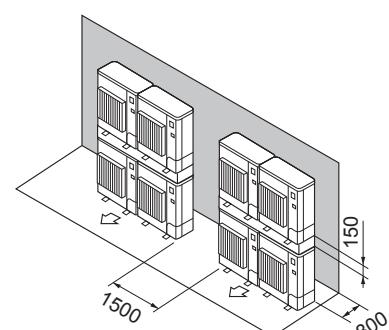

Fig. 2-19
⑦ Διάταξη μονάδων σε στοίβα (Fig. 2-19)